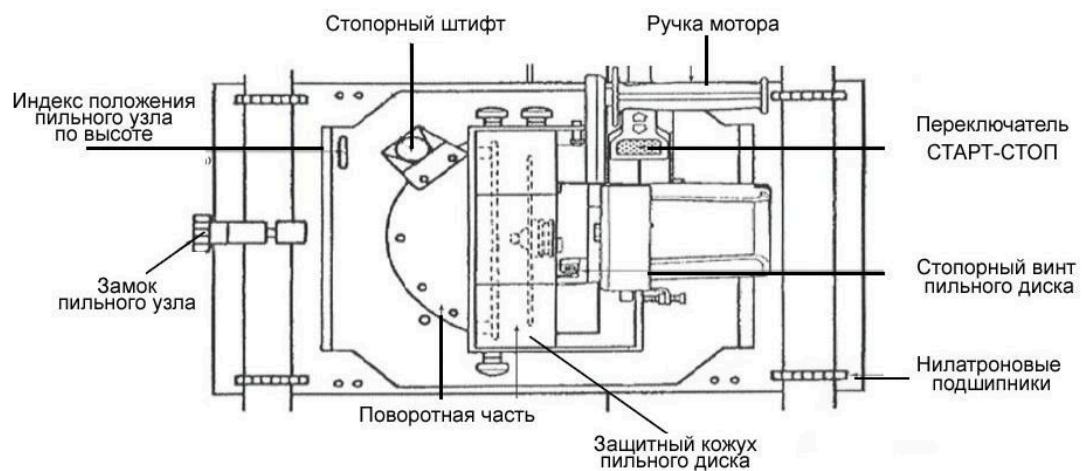
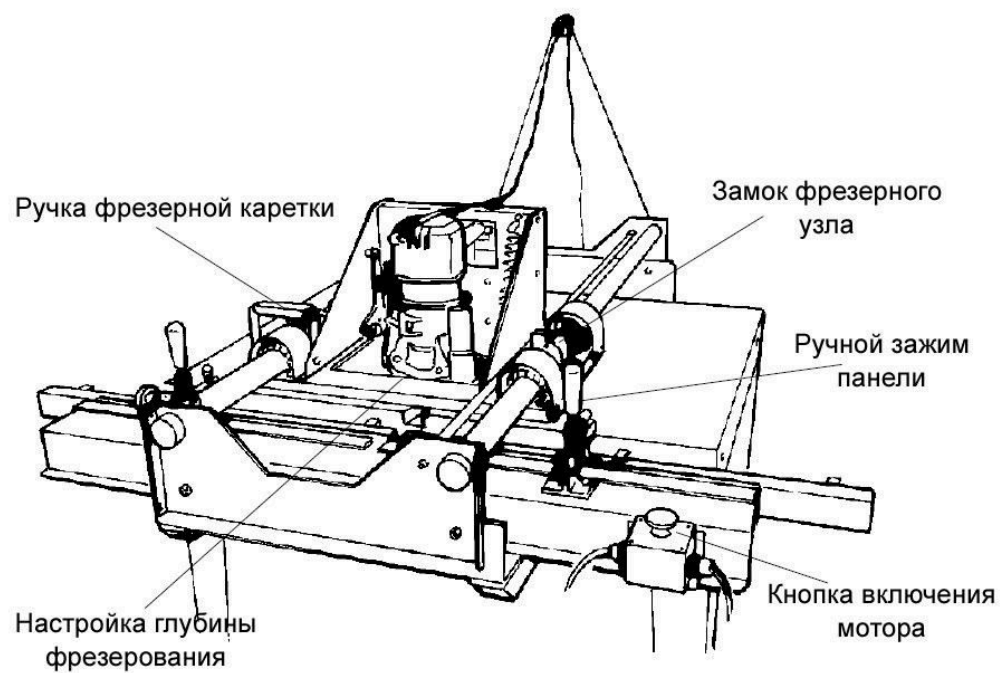

РИС. 11. Основные компоненты пильного узла (модель С4, С5, все станки серии Н)
РИС. 16. Основные компоненты горизонтального фрезерного станка TR2
3. Поддерживайте пильный узел, пока Вы ослабляете красный замок пильного узла (см. РИС. 11 – РИС. 16). Поднимите пильный узел, пока отверстие в верхней части пильного узла не совпадет с крепежным отверстием на конце троса противовеса. Убедитесь, что трос противовеса находится сзади пильного узла. Затем зафиксируйте замок пильного узла.